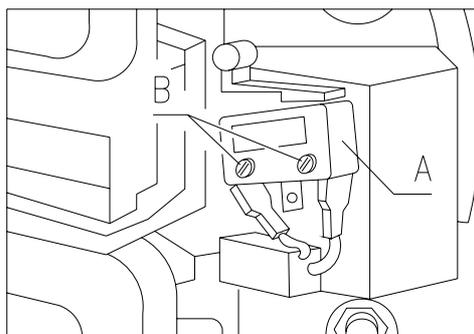

FIG. 17
8.9 SUSTITUCIÓN MICROINTERRUPTOR VENTANILLAS DE RETIRO PRODUCTO (FIG. 17) ⚠